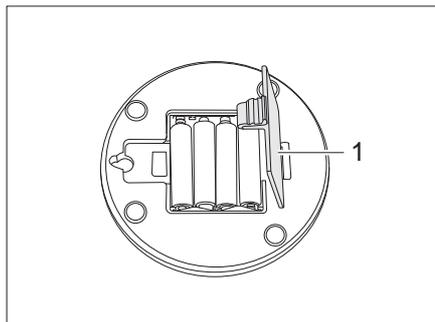

Fig. 283 Lámpara en el techo elevable
- Abrir el compartimento de la batería (Fig. 283,1) y sacar las baterías.
- Insertar nuevas baterías y cerrar el compartimento de la batería (Fig. 283,1).